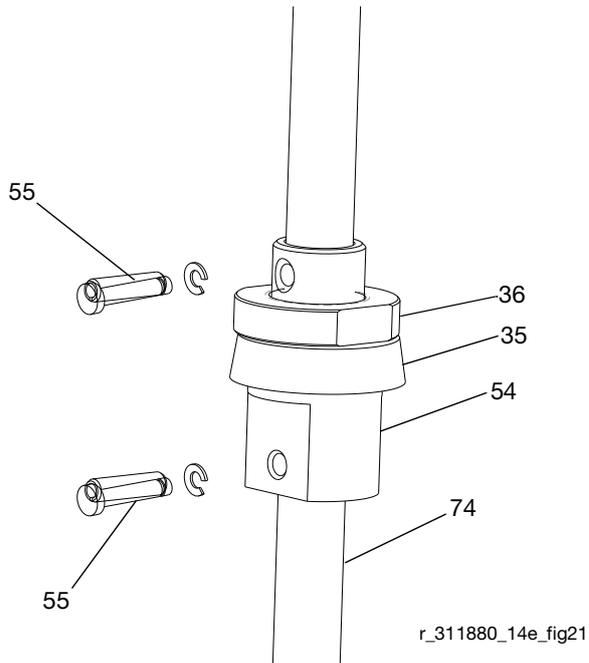

FIG. 21
10. Retire os pinos (55). Consulte a FIG. 21.